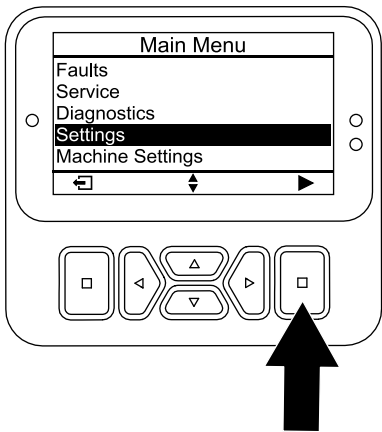

Figura 27
1. A partir do MENU PRINCIPAL, percorra até ao menu DEFINIÇÕES e prima o botão de seleção (Figura 27).